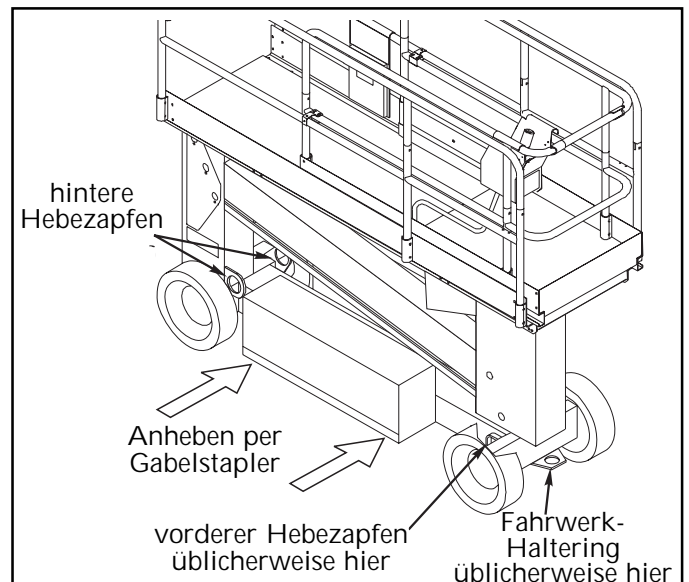

Bild 3: Transport der Gelenk-Hubbühne
Heben Sie die Maschine von der Seite des Fahrwerks, indem Sie sie mit der Gabel unter den Fahrwerkmodulen anheben (Bild 3).
Sichern Sie die Haltebänder nur an den Fahrwerk-Hebezapfen (Bild 3).
2. Befestigen Sie die Gelenk-Hubbühne mit Ketten oder Haltebändern mit angemessener Zugleistung an dem Transportfahrzeug, indem Sie sie nur durch die Fahrwerk-Halteringe am Fahrzeug ziehen (Bild 3).